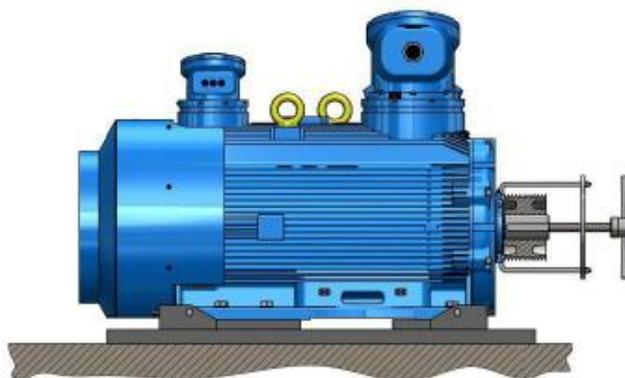

Рис. 4.15. Разборка шкивов
**ДЕМОНТАЖ ШКИВОВ.** Для демонтажа шкивов рекомендуется использовать устройства, показанные на рис. 4.15, чтобы не повредить поверхности шпонки и вала.